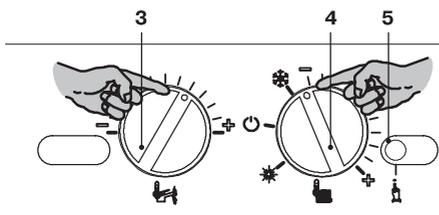

Рисунок 7.5
- Чтобы настроить давление розжига горелки, войдите в режим программирования, нажав и удерживая в течение 15 секунд кнопку сброса 5 (Рисунок 7.5), пока на ЖК-дисплее не появится параметр P01. На ЖК-дисплее последовательно отобразятся следующие символы (параметр P01 будет загораться поочередно с --- --).
- Нажмите кнопку сброса 5 (Рисунок 7.5) и пролистайте параметры до P14, предназначенного для настройки давления розжига горелки. На ЖК-дисплее последовательно отобразятся следующие символы (параметр P14 будет загораться поочередно с цифрой 135).
- Чтобы изменить настройку, поверните регулятор температуры в системе горячего водоснабжения 3 (Рисунок 7.5) и установите ее в выбранное положение.